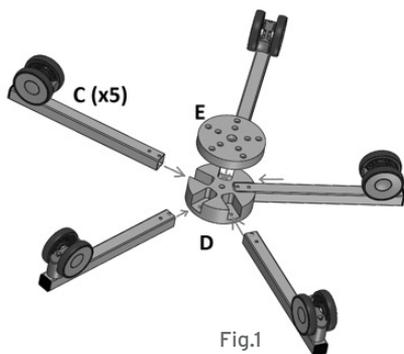

Fig.1
1. Inserire le gambe con ruote (rif.C) nelle apposite sedi della base (rif.D); (Fig.1)